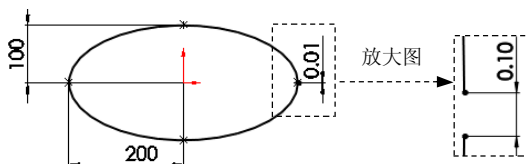

图 2.3.3 草图 1
Step3. 创建图 2.3.3 所示的草图 1。选择下拉菜单 **插入(I)** → **草图绘制** 命令；选取上视基准面作为草图基准面，绘制图 2.3.3 所示的草图 1。